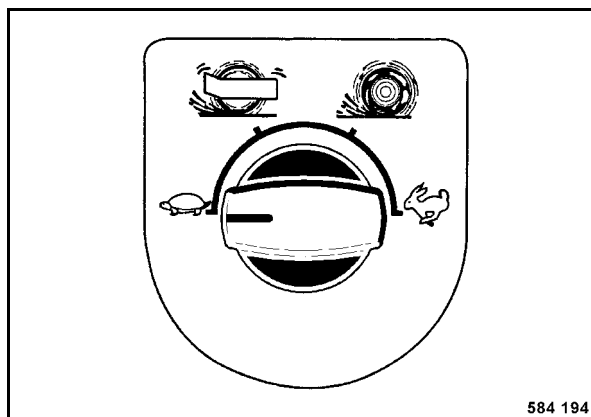

Fig. 42
- Preseleccionar el deseado radio de acción (Fig. 42).